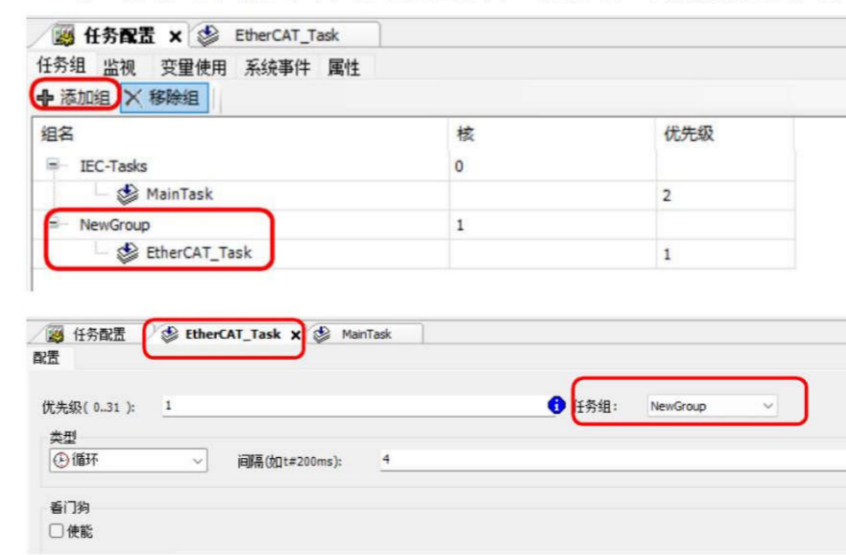

图 15 任务配置
- 如果应用中有实时任务 (EtherCAT、Profinet 等), 建议单独选择一个核执行该任务 (强烈推荐 1 核或 2 核), 如图 15, 在任务配置中添加一个任务组, 该任务组选择 1 核或 2 核, 然后在实时任务配置界面, 选择任务组为刚刚新建的任务组。